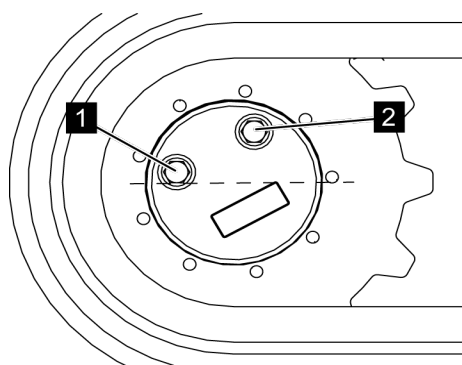

Fig. 107: Dévisser les raccords vissés
5. ➔ Dévisser les raccords vissés (Voir la Fig. 107/1 et 2).